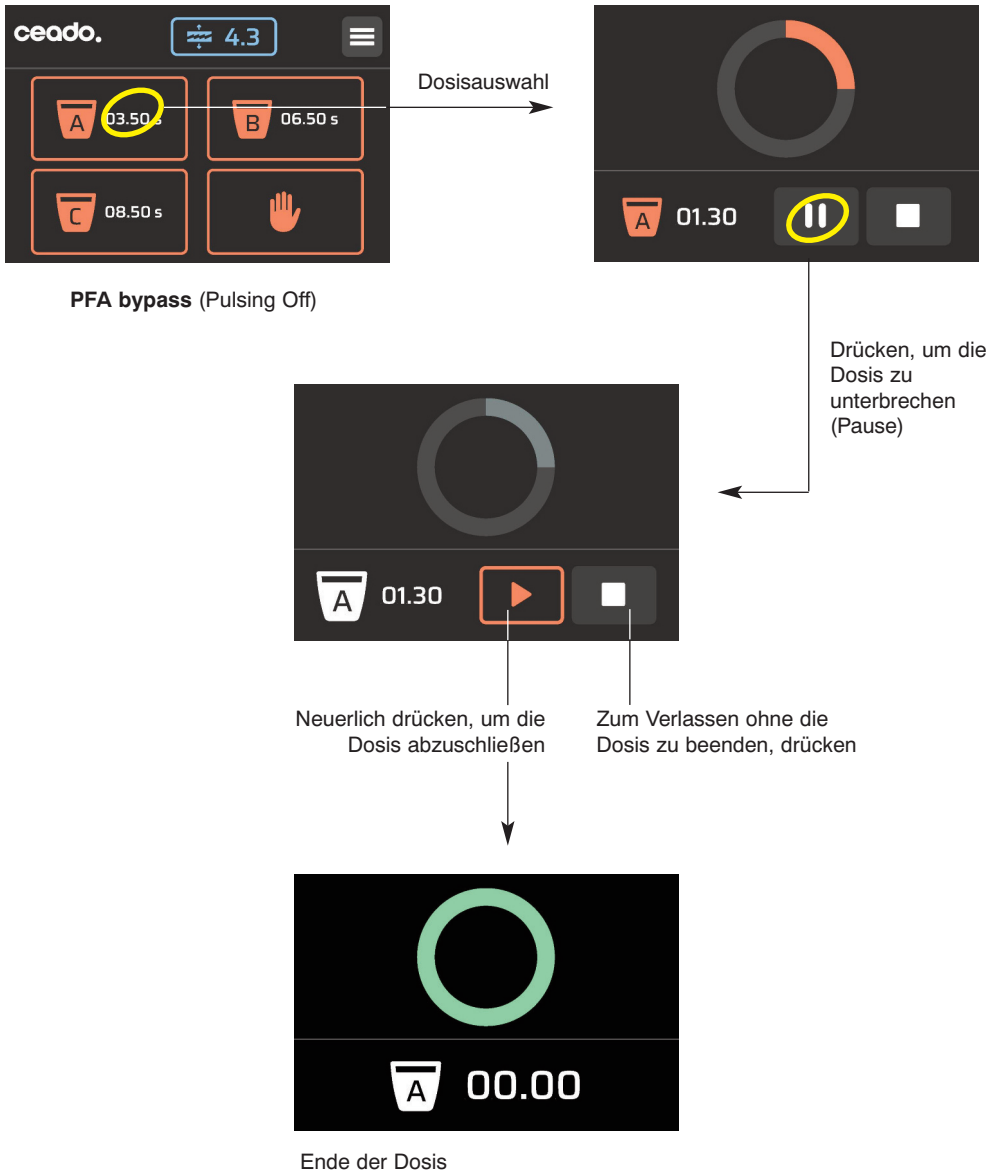

Abb. 4
- 2 Den ON-OFF-Schalter auf „I“ einstellen (12 Abb. 2). Das Steuertafel-Display (4 Abb. 1) schaltet sich ein (siehe Abb. 4).
Automatischer Betrieb mit Starttaste (sofern vorhanden): “PFA bypass”-Modalität (Abb. 4)